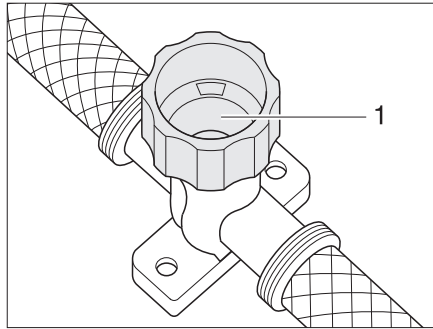

Fig. 122 Rubinetto di scarico per scaldacqua
- Chiudere il rubinetto di scarico. A tal fine ruotare il coperchio (Fig. 122,1) in senso orario.
- Aprire il rubinetto di scarico dello scaldacqua. A tal fine ruotare il coperchio (Fig. 122,1) in senso antiorario.